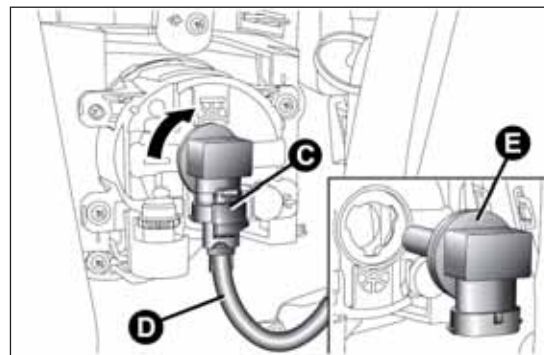

fig. 180
- ☐ actuar en la ballestilla C fig. 180 y soltar el conector eléctrico D;